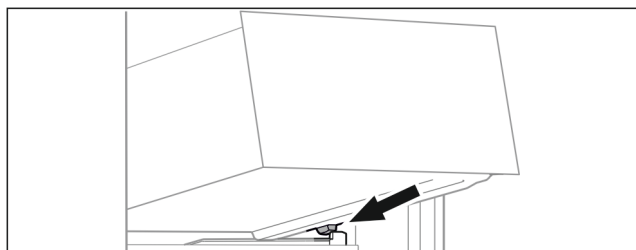

Fig. 96
- ▶ Coloque el cajón inclinado detrás de los toques sobre la nervadura para recipientes. (consulte Fig. 96)